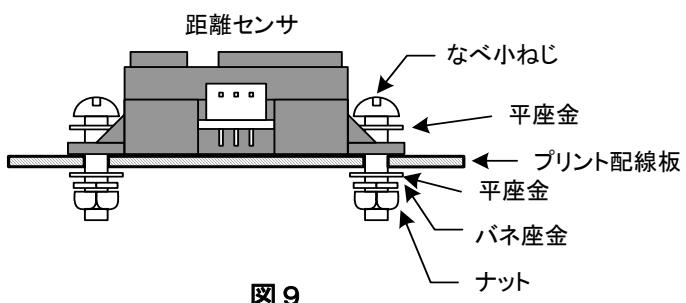

図 9
- ⑬ 距離センサ (SEN1) の取り付け方を図 9 に示す。